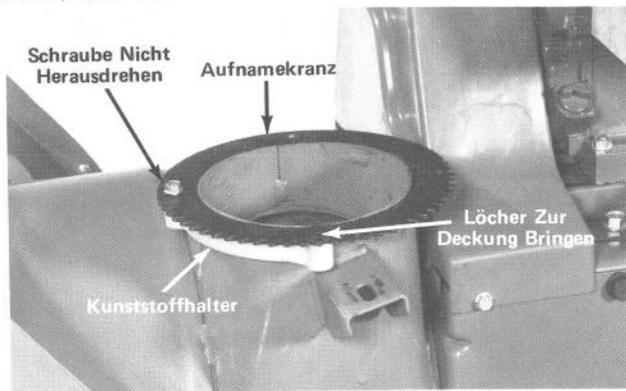

Abb. 9
1. Den Aufnahmekranz so drehen, dass die Zähne auf der linken Seite des Geräts stehen (Abb. 9). Dann drei Blechschrauben oben am Aufnahmekranz entfernen, aber die Schraube bei der Markierung TOP am Aufnahmekranz nicht herausdrehen.
2. Die beiden gebogenen Halter aus Kunststoff sind geschlitzt und dienen zum Befestigen des Auswurfkamins. Daher die Halter nicht entfernen (Abb. 9).
3. Das gegenüberliegende Ende des Halters so unter den Aufnahmekranz schieben, dass die Befestigungslöcher fluchten und der Schlitz im Halter über dem Rand oben an der Auswurföffnung sitzt (Abb. 9).